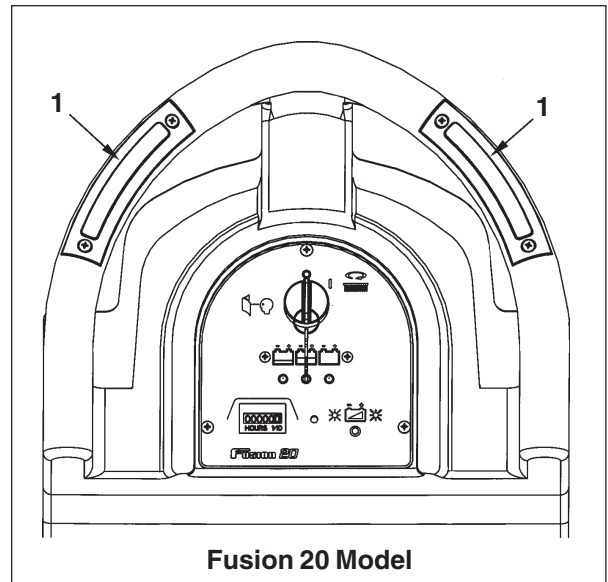

Figura 1
Fusion 20 (ver figura 1) - Accione el interruptor de energía de la almohadilla de la izquierda o la derecha (1).